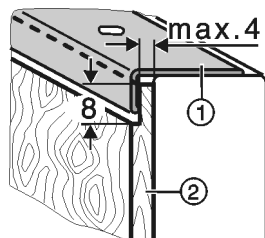

Fig. 40
- A vastagabb dekorlapokat Fig. 40 (2) szélezzé le maximum 4 mm vastagságra az ábrán látható módon.